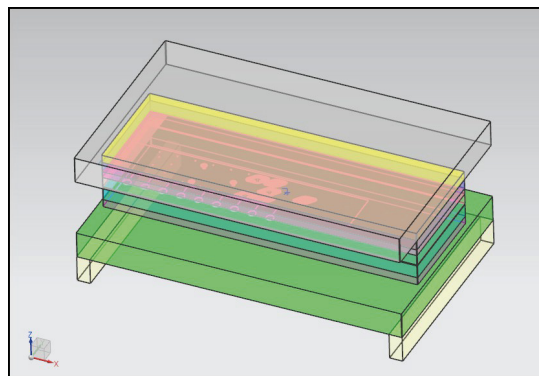

Рис. 7.21. Загруженный пакет штампа
4. Загруженный в проект пакет штампа имеет вид, показанный на рис. 7.21.